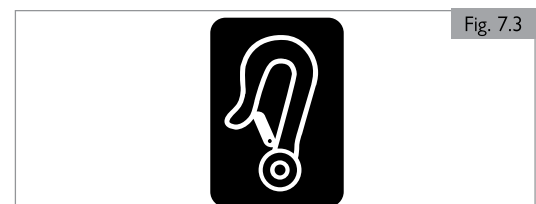

Fig. 7.3
- Los puntos de amarre (2 en la parte delantera, 2 en la parte posterior) se indican mediante el símbolo del gancho de la cincha de sujeción (Fig. 7.3). Coloque las cinchas delanteras primero, luego las traseras. Ajuste de las cinchas para sujetar la silla de ruedas. No fije las cinchas a ningún otro componente de la silla (reposabrazos, tubos antivuelco, etc.).